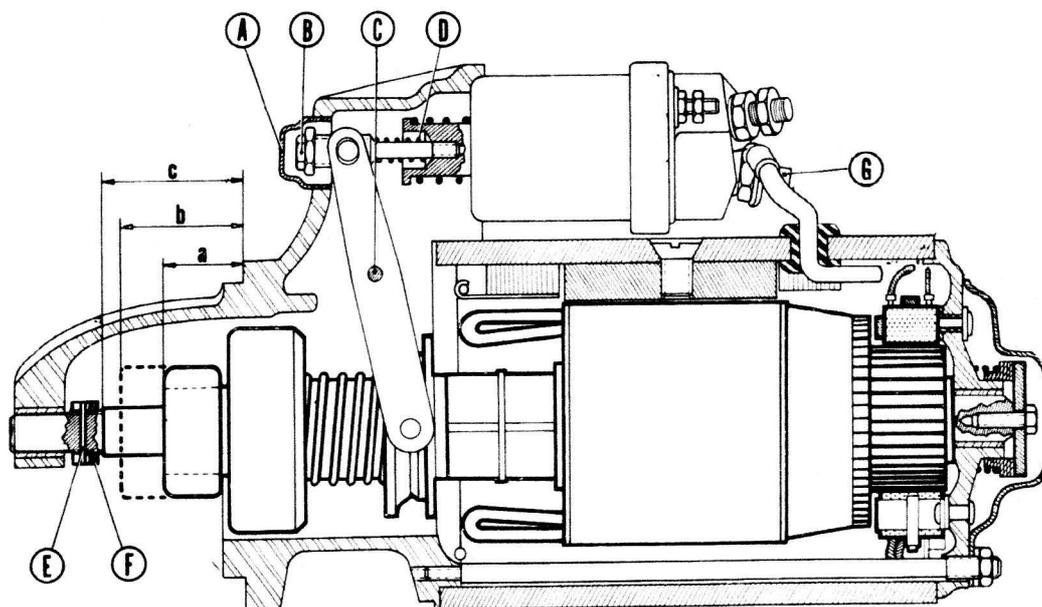

Fig. 3
DEMARREUR DUCELLIER : type 6 110 A (fig. 3).
b) Démarreur DUCELLIER (fig. 3).